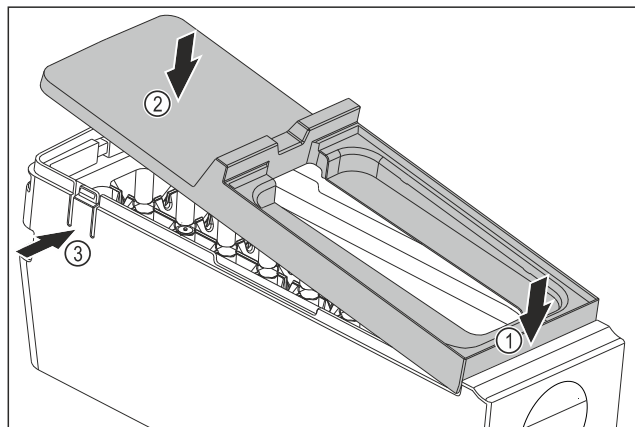

Fig. 115
- ▶ Montați apărătoarea corpului EasyTwist-Ice: Așezați în față apărătoarea. Fig. 115 (1)
- ▶ Coborâți în spate apărătoarea. Fig. 115 (2)
- ▷ Apărătoarea se fixează în poziție cu zgomot specific în cele două eclise Fig. 115 (3).